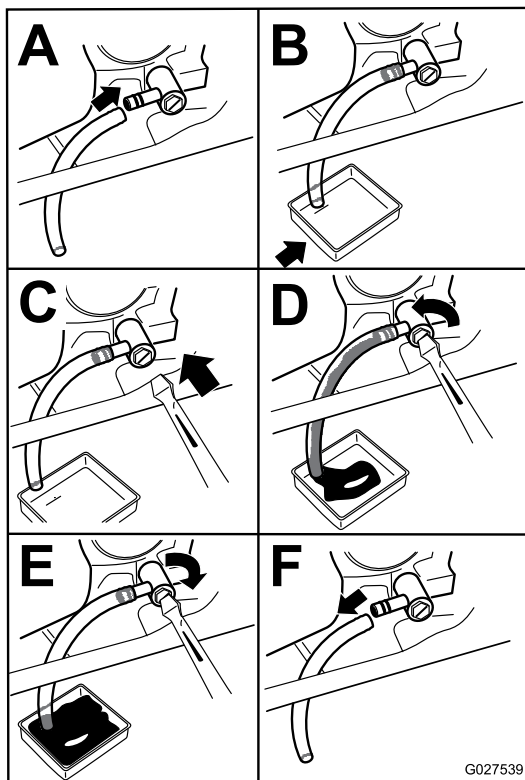

Figura 31
4. Drene el aceite del motor (Figura 31).